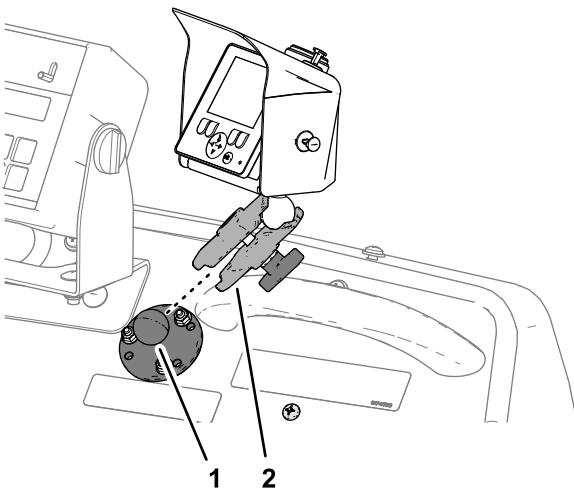

Figure 23
- Montez le bras à douille de l'écran/contrôleur sur le support à rotule et serrez la vis à oreilles sur le bras (Figure 23).